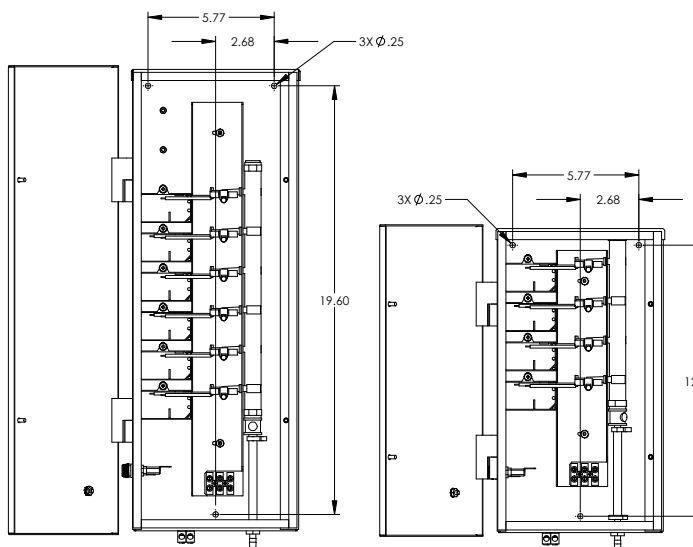

Figure 1: Dimensions des Trous de Montage
- Le DEL Eclipse doit être installé à l'extérieur, ou à l'intérieur dans une salle bien ventilée, et il doit être installé de manière à ce qu'il soit orienté exactement selon l'illustration de la Figure 1. Installez-le de manière à ce que le générateur puisse vidanger l'eau afin de protéger les composants électriques.
1. Ouvrez la porte de l'enceinte et trouvez les trois trous de montage sur la paroi arrière de l'enceinte. Vous trouverez deux trous situés en haut à gauche et à droite, et un autre situé en bas, dans le centre. Reportez-vous à l'illustration de la Figure 1 pour plus de clarification.